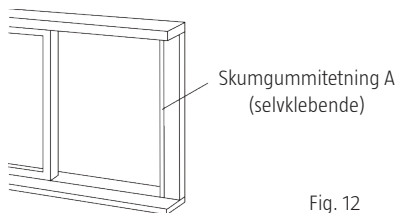

Fig. 12
1. Kapp den selvklebende skumgummitetningen til passende lengde og fest den til vinduskarmen (fig. 12).